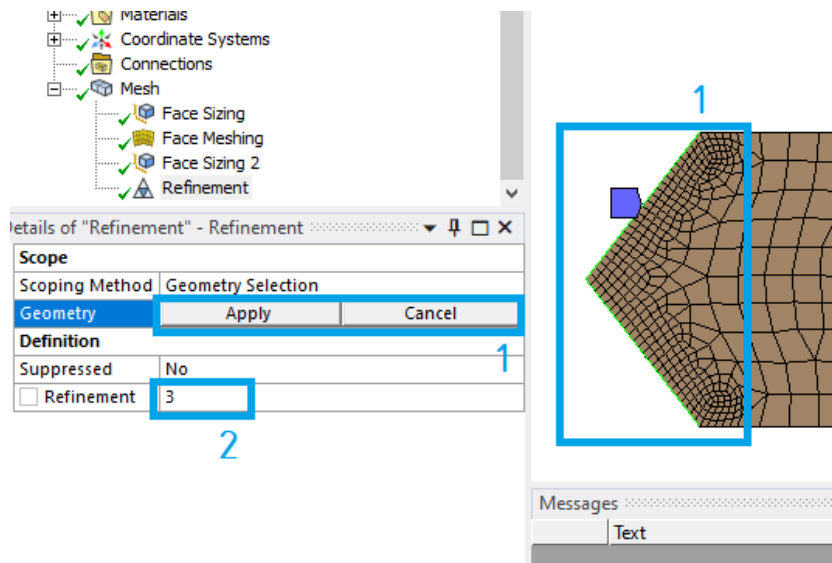

Рис. 11. Задание настроек сетки для участка № 2
- жмем ПКМ на **Mesh – Insert – Refinement**, выделяем ребра, образующие вершину треугольника на участке № 2 (1) и задаем степень улучшения в данном сегменте (2) 3 (рис. 11);